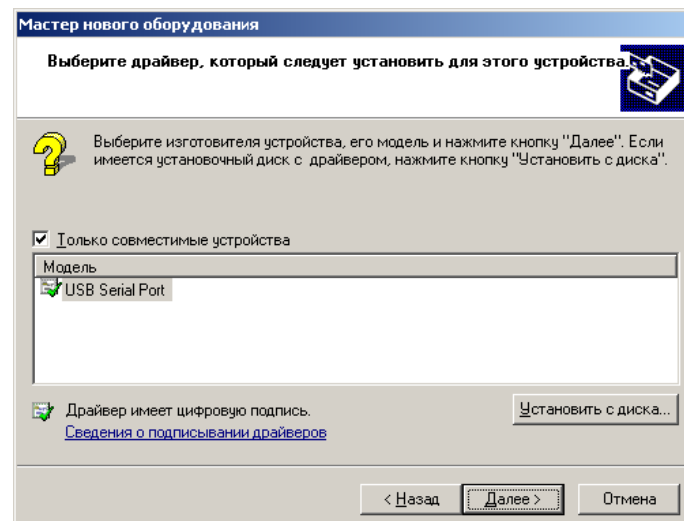

Рис.19. Выбор устройства USB Serial Port
12) После описанных выше действий система обнаружит еще одно новое устройство и Мастер нового оборудования будет запущен еще раз. Необходимо повторить последовательность действий, описанных в пунктах 5-9, затем в окне выбора драйвера устройства убедиться, что выбран флажок **"Только совместимые устройства"**, а в списке моделей присутствует строка **"USB Serial Port"** (рис.19). Нажать кнопку **"Далее"**.